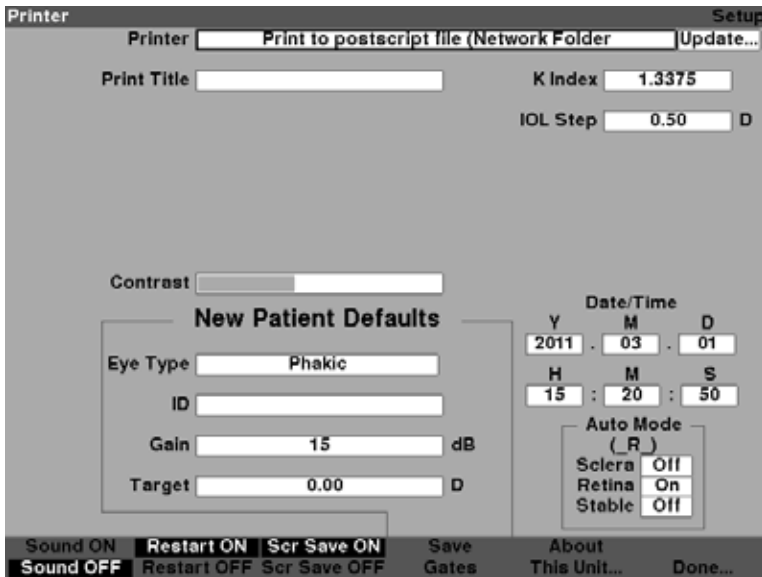

Figura 5-24 Selección de la impresora
2. En la pantalla de configuración, gire el control giratorio y seleccione la impresora, indicada con un borde negro continuo, como se muestra en la Figura 5-24.